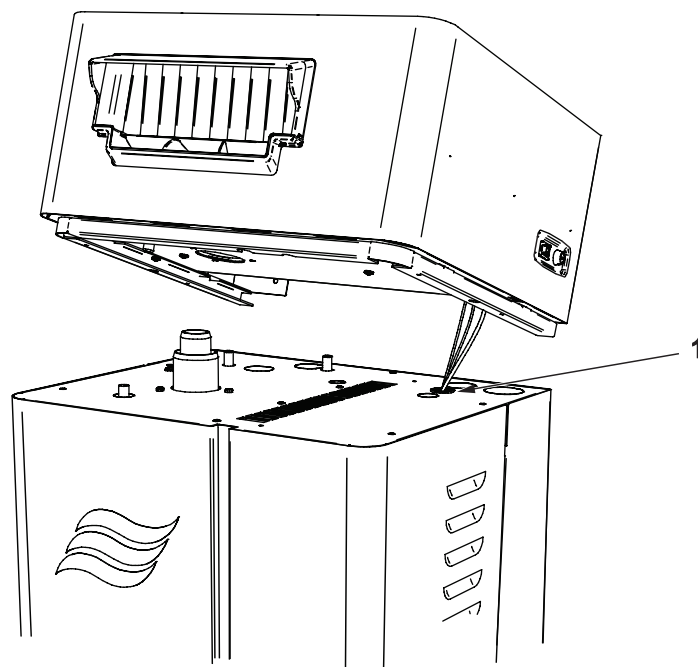

Bild 19: Kabelführung
- b. Installieren Sie die Kabeldurchführung (mitgeliefert) in der Ausbrechöffnung direkt unter dem Netzansschlussstecker des Ventilationsgeräts und führen Sie die Kabel durch die Kabeldurchführung, wie in Bild 19 dargestellt.